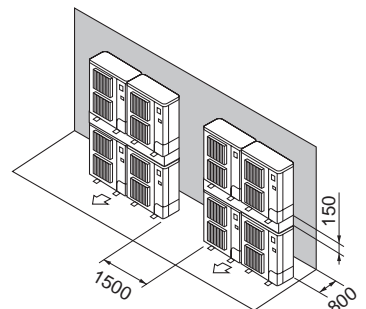

Fig. 2-18
- ⑦ Anlagen in gestapelter Anordnung (Fig. 2-18)